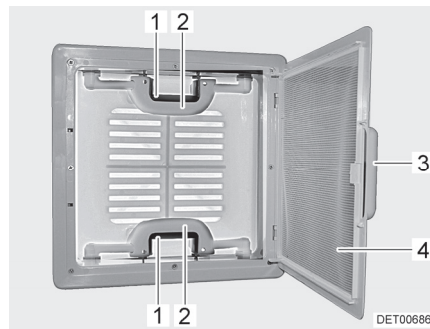

Bild 16 Dachhaube mit Schnappverschluss
- Am Griff (Bild 16,3) ziehen.
- Insektenschutz (Bild 16,4) nach unten klappen.
- Schnappverschluss (Bild 16,1) zur Innenseite der Dachhaube drücken. Gleichzeitig mit dem Griff (Bild 16,2) die Dachhaube nach oben drücken.
- Insektenschutz (Bild 16,4) nach oben schwenken, bis er einrastet.
- An beiden Griffen (Bild 16,2) die Dachhaube kräftig nach unten ziehen, bis beide Schnappverschlüsse (Bild 16,1) eingerastet sind.